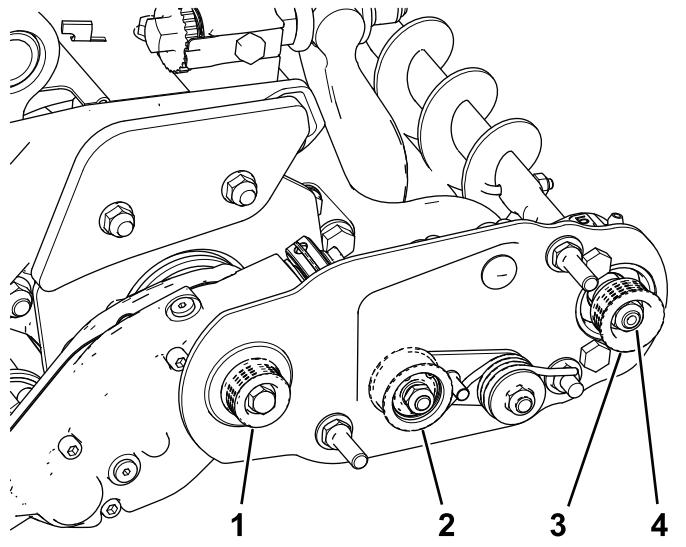
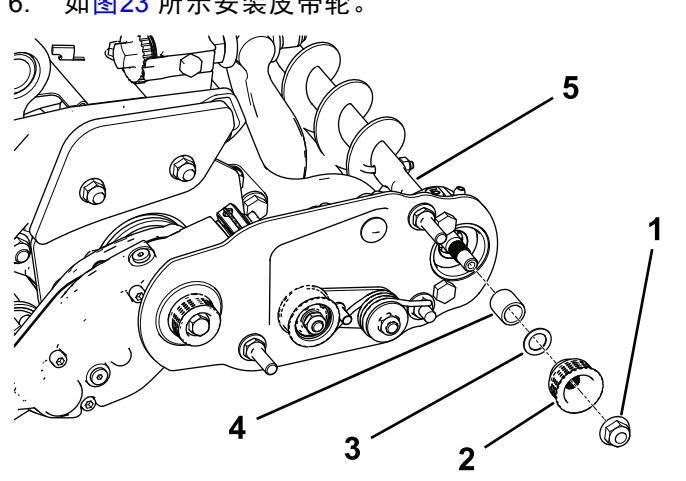

图22
图23
- 从动皮带轮位于滚筒刷轴可以自由出入 图22。
2. 旋转滚刀会带动驱动皮带轮旋转把皮带从驱动皮带上撬下来 图22。
3. 卸下将从动皮带轮固定至刷轴的锁紧螺母 图22 或 图23。
4. 从轴上卸下从动皮带轮 图23。
5. 如果皮带轮需要移出可添加 0.8mm 厚的垫圈 图23。
6. 如 图23 所示安装皮带轮。